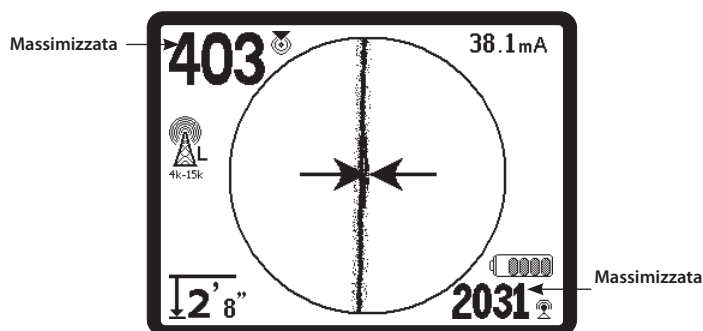

Figura 23: Localizzazione di alta probabilità
3. Utilizzare le Freccie guida, il Numero di Prossimità, la Potenza segnale e la Linea di Traccia per guidare la traccia-linea. Queste tre informazioni sono generate dalle caratteristiche distinte del segnale per aiutare l'operatore a capire la qualità della localizzazione. Un segnale **non distorto** emesso da una linea è più forte sopra quella linea. (Nota: A differenza delle linee di Traccia segnale, le frecce guida richiedono che l'utente *orienti il localizzatore* in modo che le frecce guida puntino a 90° rispetto alla linea della Traccia Segnale. (Vedere Figura 23.))